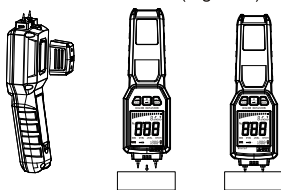

Figure 3
- 3) Retirez la couverture protectrice et la gaine en silicone; stockez la couverture dans le compartiment arrière(Figure 3).
- 4) Insérez verticalement la sonde du produit dans l'objet à inspecter. La profondeur d'insertion maximale correspond à la position limite de la sonde(Figure 3).